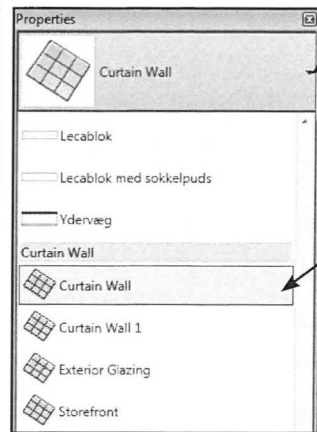

Fig. 17.03. Find *Curtain Walls* på listen under *Walls*. I Drop Down menuen i *Properties*.
- Vælg *Curtain Wall* i drop Down menuen i *Properties* (Fig. 17.03).